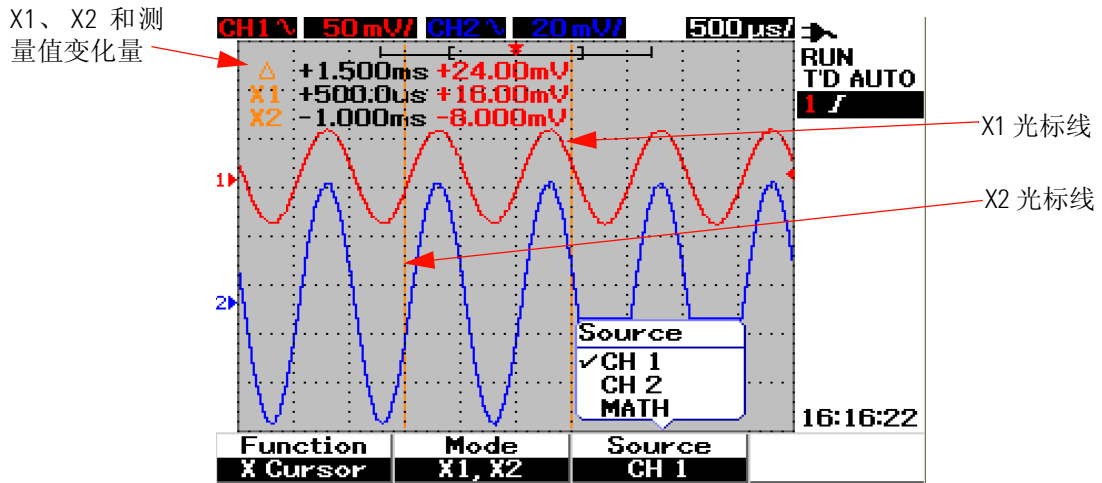

图 3-31 包含 X1 和 X2 光标线的通道 1 信号的 X 光标测量
- 4 在图 3-31 中，选定了两条光标线 – X1 和 X2 模式，对通道 1 上的信号进行测量。